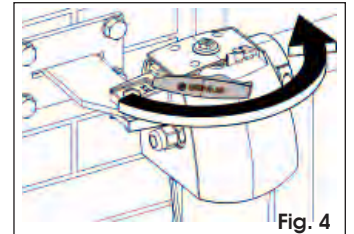

Fig. 4
2. Cierre la palanca de desbloqueo (Fig. 4).